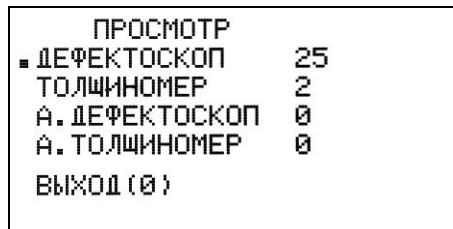

Рисунок 92 - Меню просмотра результатов УЗК.
6.5.2 Нажав клавишу «5» из основного меню дефектоскопа войти в меню просмотра результатов УЗК (см. рисунок 92).